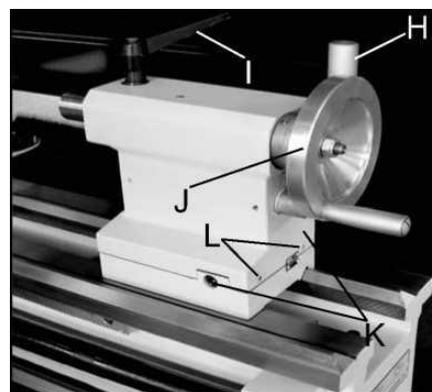

Рис. 16
17. Зажимная ручка задней бабки (Н, рис. 16)
18. Зажимной рычаг пиноли задней бабки (I, Рис. 16 рис. 16)
19. Маховик поперечного хода пиноли задней бабки (J, рис. 16)
20. Регулировка смещения задней бабки (K, Рис. 16)
Три установочных винта (K, Рис. 18), расположенные на основании задней бабки, используются для смещения задней бабки при резке конусов. Ослабьте фиксирующие винты (L, Рис. 16) на конце задней бабки. Ослабьте один установочный винт, затягивая другой, пока величина смещения не будет указана на шкале. Затяните стопорный винт.